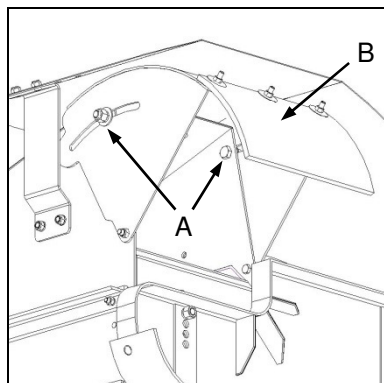

Fig. 6
- ✔ Loosen the locking nuts (Fig. 6-A) situated on both sides of the discharge hood.
- ✔ Tilt the discharge hood (Fig. 6-B) to the appropriate angle and retighten the locking nuts.
- ✔ Draai die sluitmoere (Fig. 6-A) aan albei kante van die afvoerkap los.
- ✔ Kantel die afvoerkap (Fig. 6-B) tot dit die gepaste hoek bereik en draai die sluitmoere weer vas.